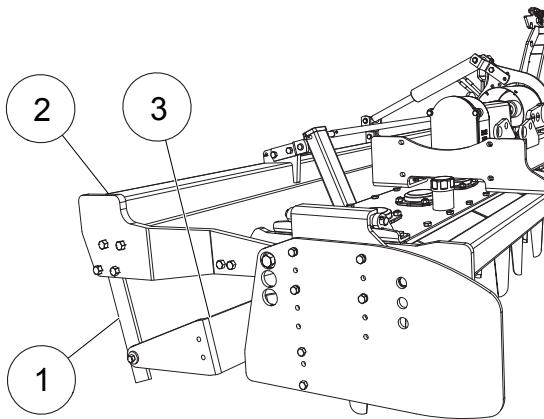

FIG. 8
Die Maschine kann mit der abgebauten Walze transportiert werden; Eisenhalterungen (1, "Fig. 8") werden benötigt,
- Die Schrauben der Walzenhalterungen (1, "Fig. 8").